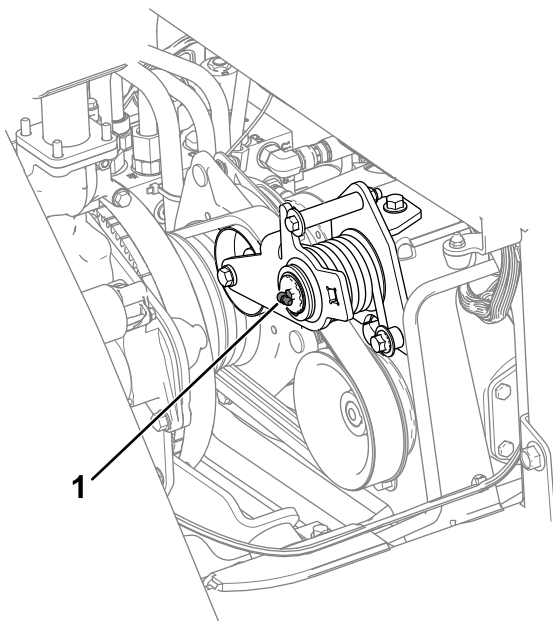

Figura 44
- Brazo de la polea tensora (Figura 44)